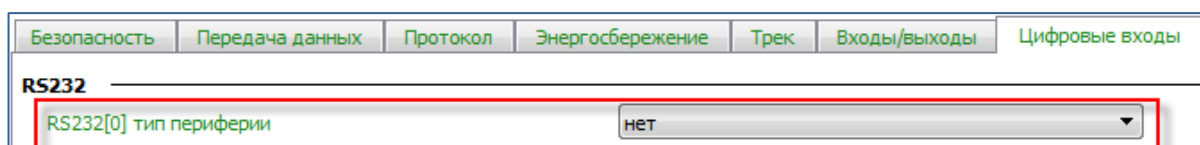

Рисунок 9. Установка режима работы входа RS232[0]
6. перейдите на вкладку «Цифровые входы» Конфигуратора, для параметра «RS232[0] тип периферии» установите значение «нет» (Рис.9);